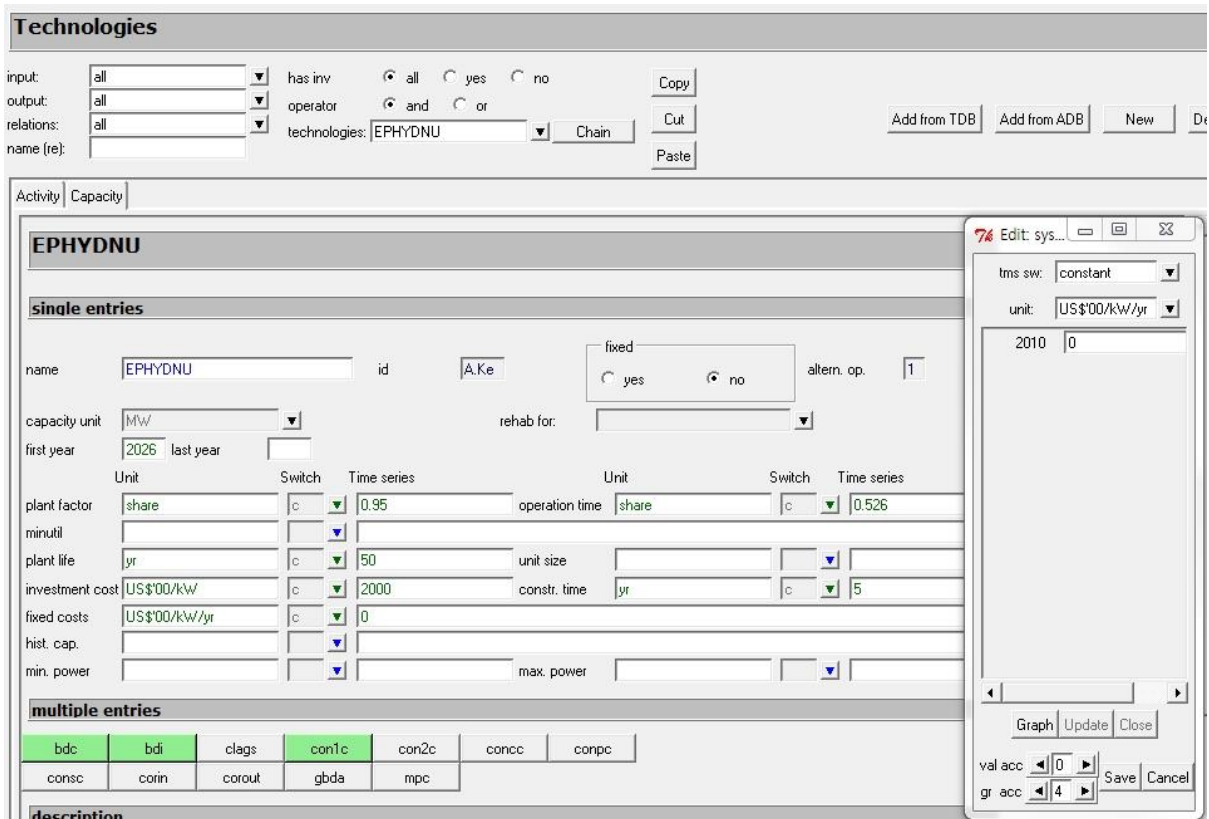

Figure 7. Windows to edit fixed costs **Figure 7. Fenêtre pour éditer les coûts fixes**
- c. To change the fixed costs or investment costs, select "capacity" tab, select the relevant switch, and type in the value directly into the "time series" fields of the respective cost field, or open the data edit window by double-clicking the time-series field (Figure 7)
Pour changer les hypothèses sur les coûts fixes ou les coûts d'investissement, sélectionnez l'étiquette « capacity », sélectionnez la valeur à changer et écrivez la valeur directement sur le « time séries » du champ du cout respective ou ouvrez la fenêtre d'édition de données faisant double click au champ « time-series » (Figure 7)